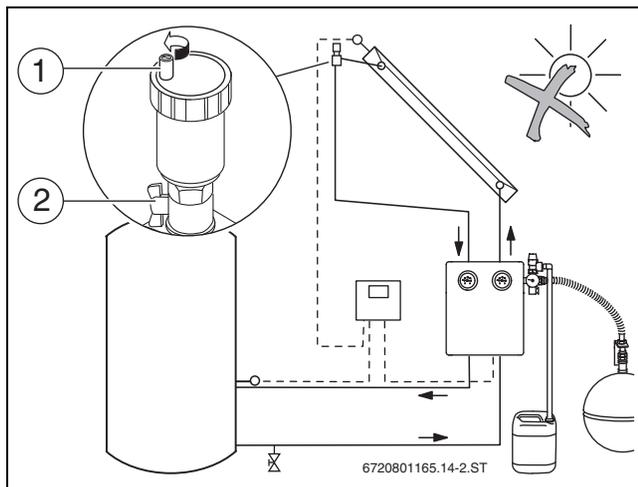

Bild 38 Entlüfter öffnen
- ▶ Rechten Kugelhahn [2] an der Solarstation und Kugelhahn am Entlüfter (→ Bild 38, [2]) schließen.